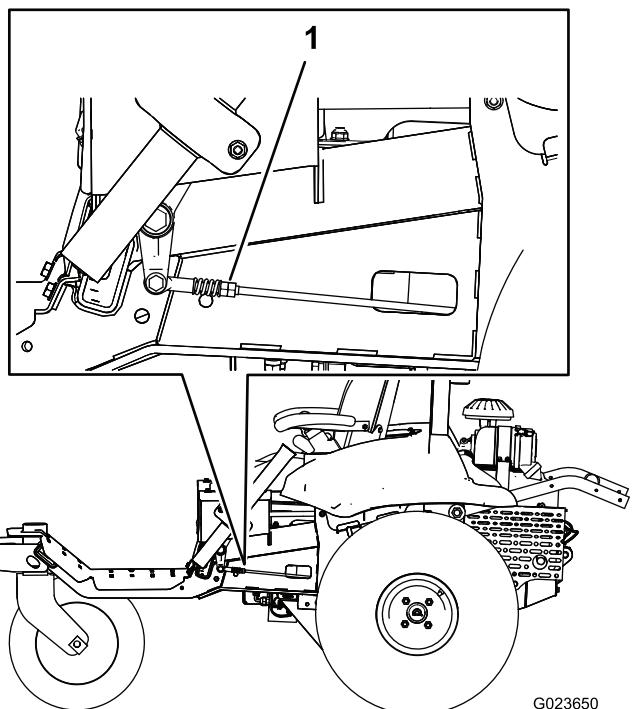

Figura 61
- En un lado de la máquina, gire lentamente las tuercas dobles del acoplamiento (Figura 61) hasta que la rueda de ese lado empiece a girar, luego gire las tuercas en el sentido contrario hasta que la rueda gira en el sentido contrario.